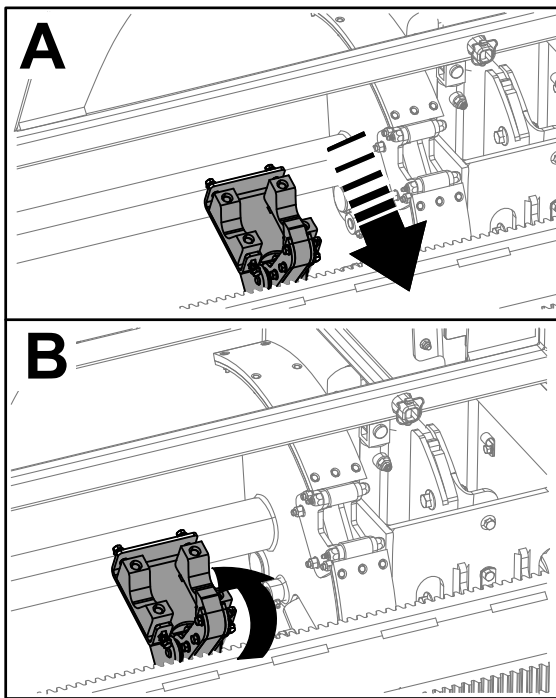

Рисунок 41
- Удерживайте нижнюю правую кнопку на джойстике с 8 кнопками (Рисунок 10) или нижнюю часть кулисного переключателя (Рисунок 40) на джойстике с 4 кнопками, пока рычаги загрузчика не повернутся в сторону кассеты для труб. Когда они будут проходить мимо кулачкового механизма во время поворота, захваты трубы закроются на трубе, переместив ее к буровой колонне (Рисунок 41).